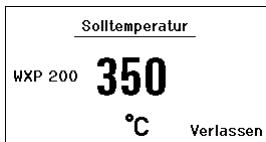

Abb. 10
1. Die gewünschte Auswahl-Taste (10) 3 sec. gedrückt halten. Anzeige wechselt zur Solltemperatur (siehe Abb. 10).
2. Die gewünschte Solltemperatur mit dem Dreh-Klick-Rad (5) einstellen.
3. Wert mit der Eingabe-Taste (6) bestätigen.
4. Parametermenü mit Taste (4) verlassen.